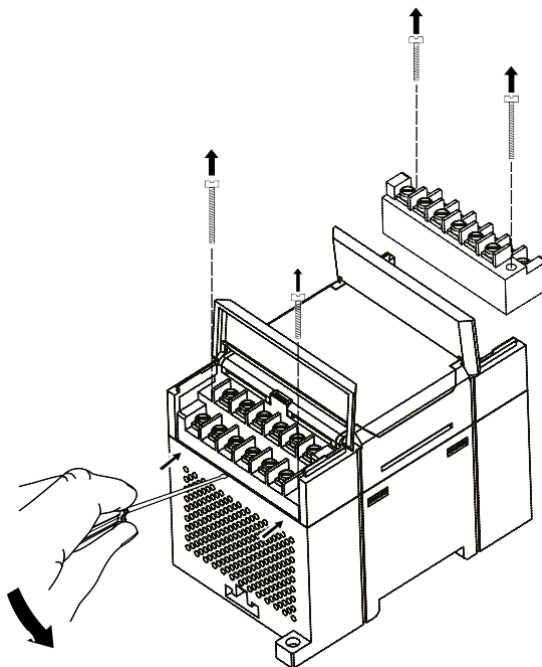

Рисунок 4.2 – Відділення знімних частин клем
4. Зняти колодку, як показано на рисунок 4.2.